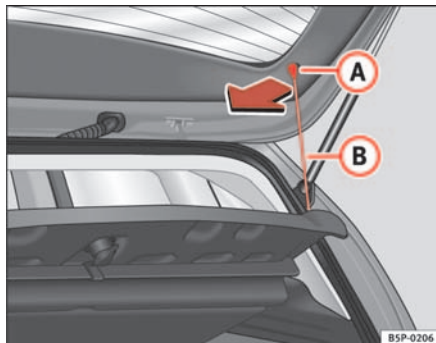

Fig. 121 Chapeleira
- Desengate os tirantes ⇒ fig. 121 (B) dos alojamentos (A)